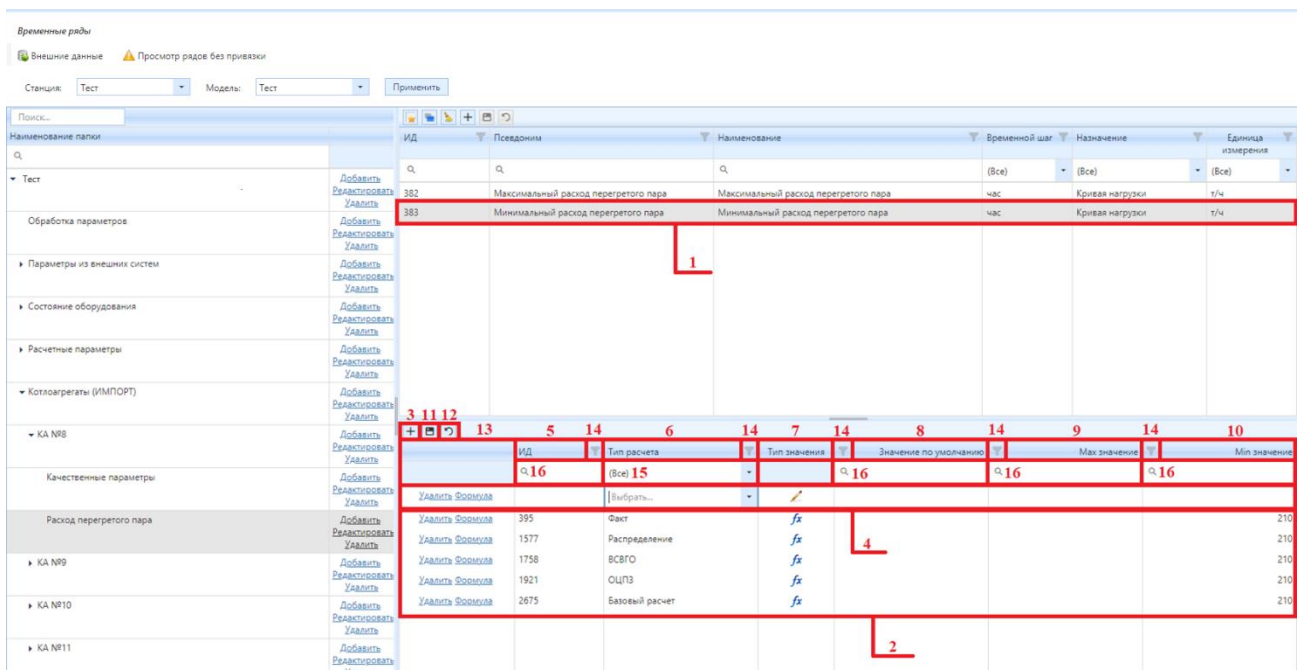
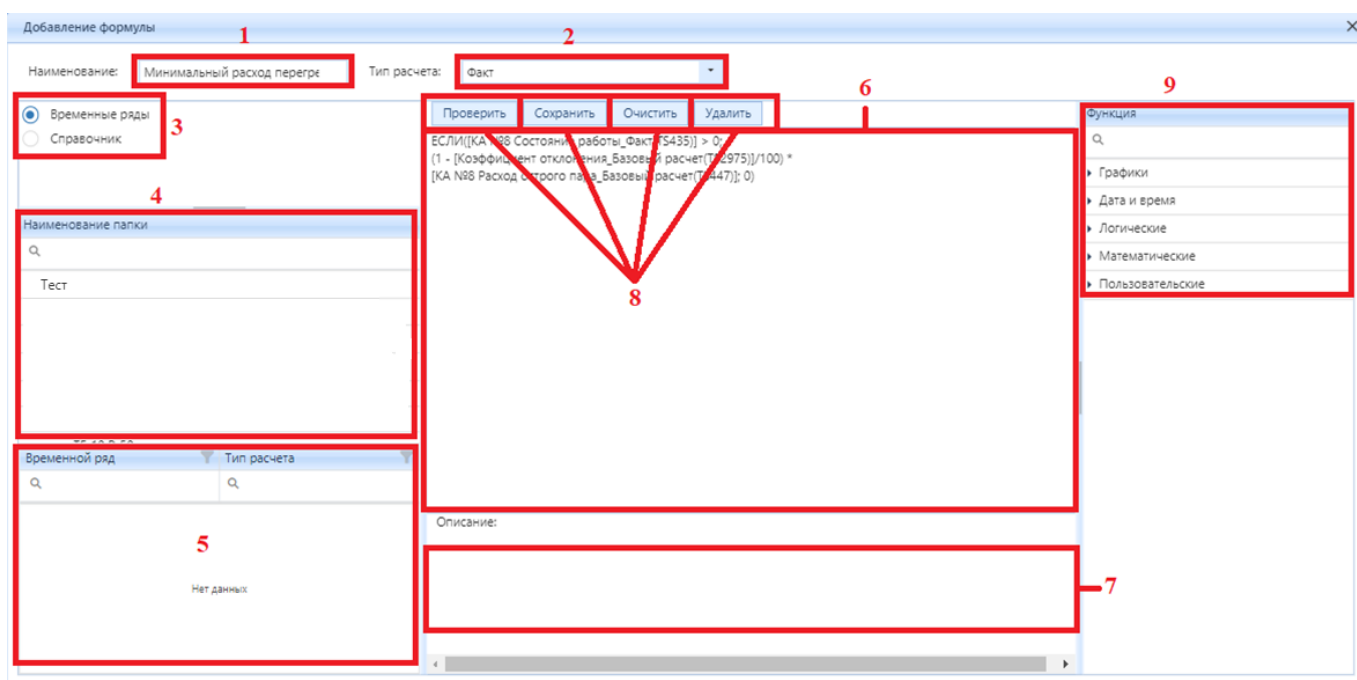
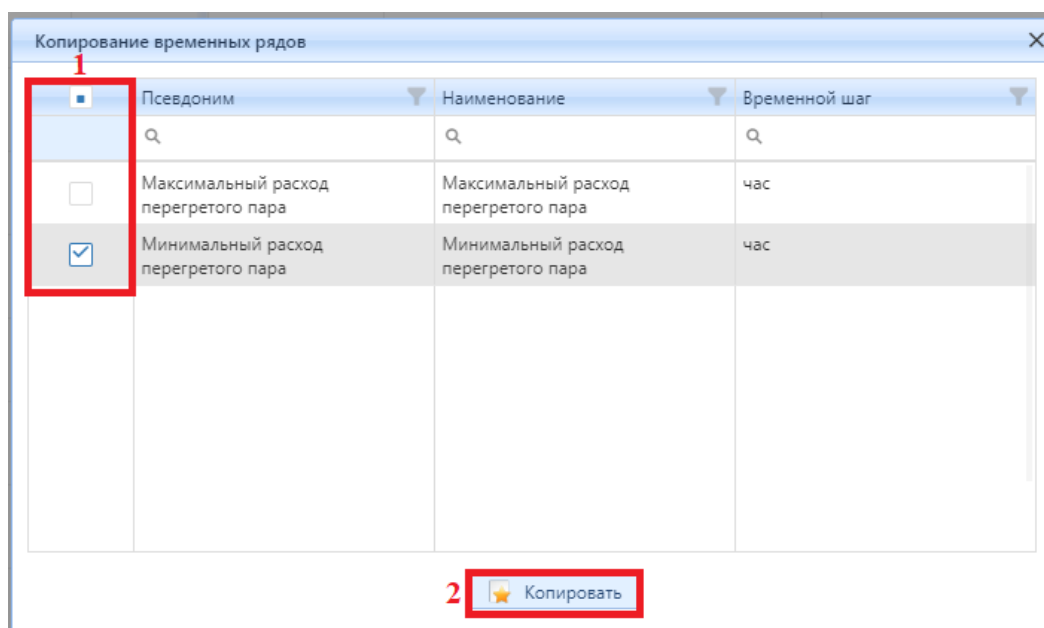
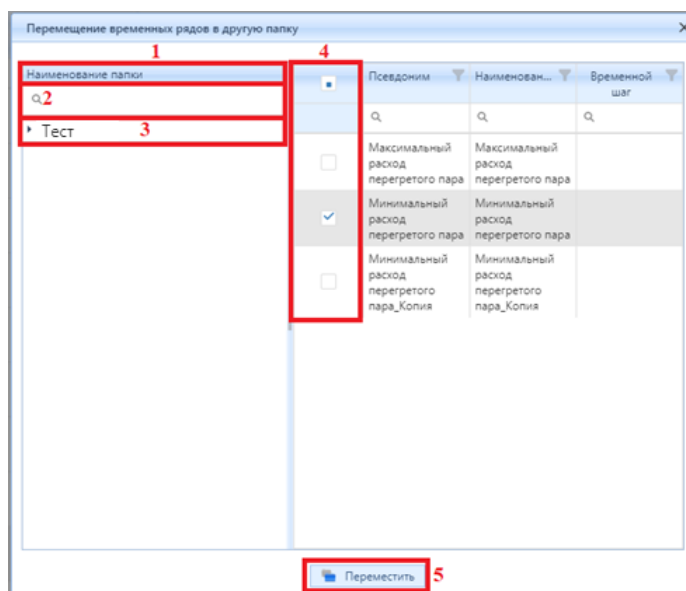

Рис. 33 – Визуализация процедуры просмотра и создания настроек преобразования значения во временном ряде
Рис. 34 – Окно «Добавление формулы»
Рис. 35 – Внешний вид окна «Копирование временных рядов»
Рис. 36 – Внешний вид окна «Перемещение временных рядов в другую папку»
Для просмотра настройки преобразования значения во временном ряде в зависимости от типа расчета выделите нажатием левой кнопки мыши необходимую запись (выделенная строка отобразится серым цветом (блок 1 на рис. . 33)). В нижней части экрана уже были добавлены записи с настройками преобразования значений для временного ряда в блоке 2 (рис. . 33). Рассмотреть настройки в колонках предлагается на примере создания новой записи.
Для создания новой записи с настройками преобразования значения временного ряда нажмите на кнопку 3 – «Создать строку» (рис. . 33). Автоматически появится строка – 4 (рис. . 33) для записи. В колонке 6 – «Тип расчета» (рис. . 33) выберите из выпадающего списка необходимый тип расчета (если ранее для созданного временного ряда не было произведена настройка с выбором типа расчета, то по умолчанию устанавливается «Базовый расчет» - эта настройка, отвечает за то, что преобразованное значение во временном ряде будет использоваться в каждом типе расчета, предусмотренным Системой). В колонке 7 – «Тип значения» (рис. . 33) по умолчанию устанавливается графический элемент «карандаш», изменить настройку в колонке на данном этапе нельзя (данная настройка служит опознавательным знаком, и означает, что у данного временного ряда отсутствует формула. Если нарисована иконка вида «fx», значит, что во временном ряде присутствует формула). В колонке 8 – «Значение по умолчанию» (рис. . 33) при необходимости введите числовое значение по умолчанию для временного ряда (если во временном ряде отсутствует привязка к параметру из внешней системы или файла, а также отсутствует формула, то при настройке «по умолчанию» временной ряд будет принимать дефолтное значение). В колонке 9 – «Max значение» (рис. . 33) при необходимости введите максимальное числовое значение временного ряда для дальнейшего использования в формуле (вызов значения осуществляется с помощью функции «МАКС ([временной ряд]))». В колонке 10 – «Min значение» (рис. . 33) при необходимости введите минимальное числовое значение временного ряда для дальнейшего использования в формуле (вызов значения осуществляется с помощью функции «МИН ([временной ряд]))». После внесения всех настроек преобразования значения для временного ряда для сохранения записи нажмите на кнопку 11 - «Сохранить» (рис. . 33) или на кнопку 12 – «Отменить изменения» для отмены внесенных изменений. После сохранения записи, в колонке 5 – «ИД» (рис. . 33) автоматически присвоится уникальный идентификатор для созданной записи. Рекомендуем создавать только одну запись с настройками для каждого типа расчета.
Преобразование параметра осуществляется для каждого типа расчета при помощи ссылки «Формула» в безымянной колонке 13 (рис. . 33). После нажатия на нее появится всплывающее окно «Добавление формулы» (рис. . 34).
Структура окна «Добавление формулы» (рис. . 34), следующая:
После заведения формулы не забудьте нажать кнопку «Проверить» и «Сохранить» (блок 8 на рис. . 34).
Для удобства и оперативности просмотра информации о настройках в записи реализованы вспомогательные кнопки и поля. В колонках присутствует кнопка 14 - «Отфильтровать» (рис. . 33), предназначенная для фильтрации отображаемой информации. В поле 15 на рис. . 33 реализован ниспадающий список, который выводит информацию о всех доступных настройках в колонке. Поисковая строка 16 (рис. . 33) предназначена для оперативного поиска информации, хранящейся в определенной колонке.
Для редактирования настроек выделите необходимую строку с записью нажатием левой кнопкой мыши (выделенная строка отобразится серым цветом). В определённой колонке нажмите два раза левой кнопкой мыши на запись, которую необходимо изменить. Внесите изменение в записи. Нажмите на кнопку 11 – «Сохранить» (рис. . 33) для сохранения внесенных изменений. Для отмены редактирования записи нажмите на кнопку 12 – «Отменить изменения» (рис. . 33).
Для удаления записи с настройками преобразования временного ряда выделите необходимую строку с записью нажатием левой кнопкой мыши (выделенная строка отобразится серым цветом). Нажмите на ссылку - «Удалить» в безымянной колонке 13 (рис. . 33). После нажатия выделенная запись подсветится зеленым цветом, а ссылка «Удалить» изменится на «Восстановить», предназначенная для восстановления записи. Далее нажмите на кнопку 11 – «Сохранить» (рис. . 33) для подтверждения действия. Для отмены действия нажмите на кнопку 12 – «Отменить изменения» (рис. . 33).
Для копирования временного ряда в выбранной папке с идентичными настройками (за исключением формул) выделите необходимую строку с записью (например строка 1 на рис. . 34) нажатием левой кнопкой мыши (выделенная строка отобразится серым цветом). Нажмите на кнопку «Скопировать» (рис. . 34). После нажатия на кнопку
откроется окно «Копирование временных рядов» (рис. . 35). В данном окне установите признак в колонке 1 (рис. . 35) напротив необходимого временного ряда. Далее нажмите на кнопку 2 – «Копировать» (рис. . 35) -для копирования записи временного ряда с настройками, помеченной признаком. После нажатия Администратор вернется в подраздел «Временные ряды», а запись автоматически скопируется в список с временными рядами с дополнительной частью в псевдониме и наименовании «\_Копия» (строка 3 на рис. . 34).
Для перемещения временного ряда в другую папку с идентичными настройками (за исключением формул) выделите необходимую строку с записью (например строка 1 на рис. . 34) нажатием левой кнопкой мыши (выделенная строка отобразится серым цветом). Нажмите на кнопку 4 - «Переместить в другую папку» (рис. . 34). После нажатия на кнопку откроется окно «Перемещение временных рядов в другую папку» (рис. . 36). В данном окне в колонке 1 – «Наименование папки» (рис. . 36) раскройте запись с выпадающим списком 3 - «Тест» (рис. . 36). Найдите в таблице необходимую папку, в которую хотите переместить временной ряд. Нажмите на данную папку левой кнопкой мыши для выделения и указания местоположения копируемого временного ряда. Для оперативного поиска необходимой папки, хранящейся в подразделе «Временные ряды» введите наименование в поисковую строку 2 (рис. .
36). В левой части окна установите признак в колонке 4 (рис. . 36) напротив необходимого временного ряда. Далее нажмите на кнопку 5 – «Переместить» (рис. . 36) для перемещения записи временного ряда с настройками, помеченной признаком. После нажатия Администратор вернется в подраздел «Временные ряды», а запись автоматически переместится в указанную папку.